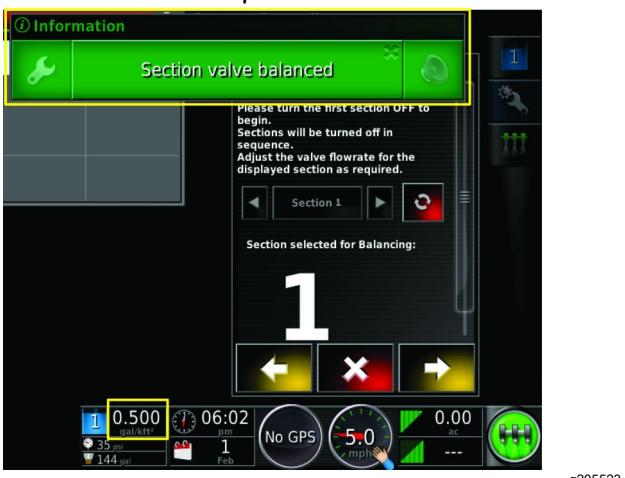

Рисунок 58
- 5. На дисплее появится сообщение «Клапан секции сбалансирован» (Section Valve Balanced), и мастер балансировки клапанов автоматически перейдет к следующему клапану секции (Рисунок 58).